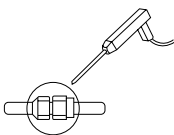

Fig. 4-3
4.4 Faire un contrôle de fuite de réfrigérant au niveau du raccord avec un contrôleur de fuites de gaz ou avec une solution d'eau savonneuse en procédant de la façon indiquée sur la Fig. 4-3.